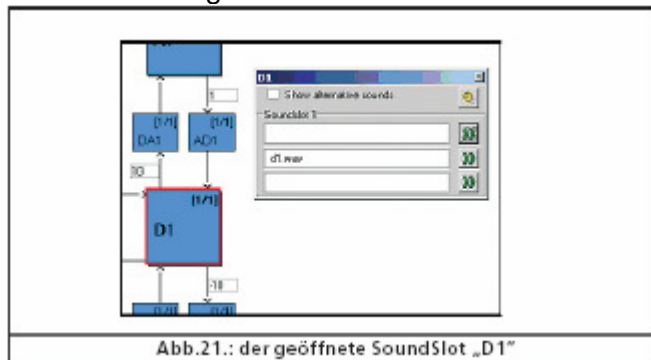

Abb.21.: der geöffnete SoundSlot „D1“
- Er opent een popup-venster zoals in afbeelding 21.